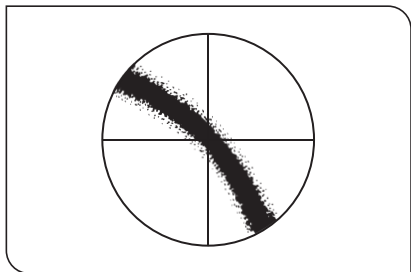

Fig. 3
2. Gire el mando del compensador hasta la posición en la que la porción medida en el centro del campo de visión sea más oscura (Fig. 3). Determine el ángulo en esta posición sumando el total de lecturas de las escalas 1 y 2. →  $\theta_1$